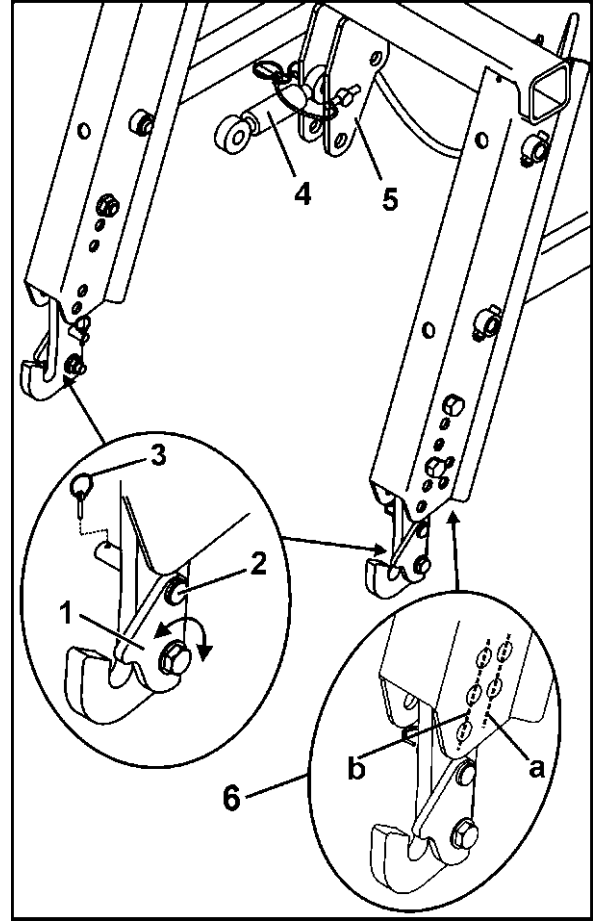

Fig. 41
- Bağlamadan önce öne doğru dönen sabitleme saplarına (Fig. 41/1) dikkat edilmelidir.
4. Sabitleme saplarını (Fig. 41/1) alt direksiyon tahriklerinin üzerine döndürünüz ve her bir sabitleme sapını pim (Fig. 41/2) ve kapaklı soket (Fig. 41/3) ile emniyete alınız.
5. Üst direksiyonu (Fig. 41/4) ekim makinasının ve kaldırma tertibatının (Fig. 41/5) üst bağlama noktasına pimlerle yerleştiriniz ve kapaklı soketle emniyete alınız.
Kuyruk kancaları (Fig. 41/6) için farklı vidalama olanaklarını kullanınız, böylece arkasında çalışan ekim makinasının merdanenin arkasında sabitlenmesi mümkün olabilir.